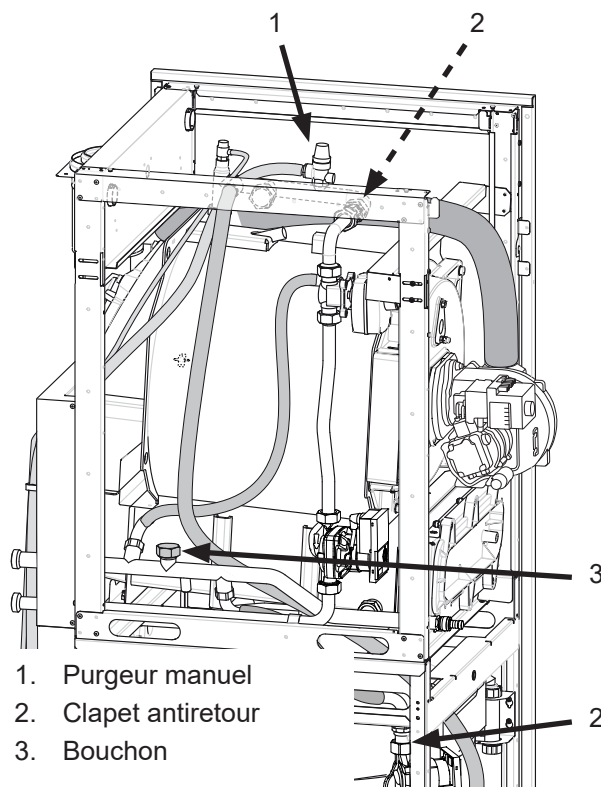

fig. 24 - Purgeur et clapets antiretour
- Débrayer le(s) clapet(s) antiretour (*fig. 24 et fig. 21*).
- Si nécessaire, dégazer au niveau du bouchon de la tuyauterie retour chauffage "circuit 1" (*rep. 3, fig. 24*).
- Purger le corps de chauffe (*rep. 1, fig. 24*).